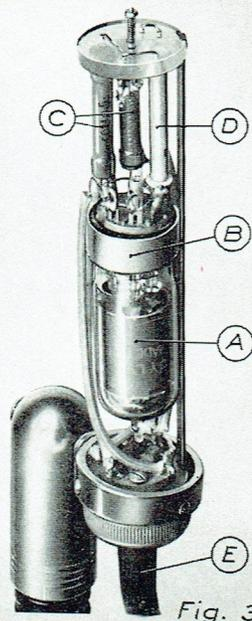

Fig. 3
Le préamplificateur, représenté ouvert sur la figure 3, comporte un étage amplificateur équipé d'un tube pentode 6 AU 6 (A) monté sur un support élastique (B) avec un ensemble de résistances (C) et condensateur (D) établissant la liaison par l'intermédiaire de la broche mâle élastique entre la capsule et la grille du tube.